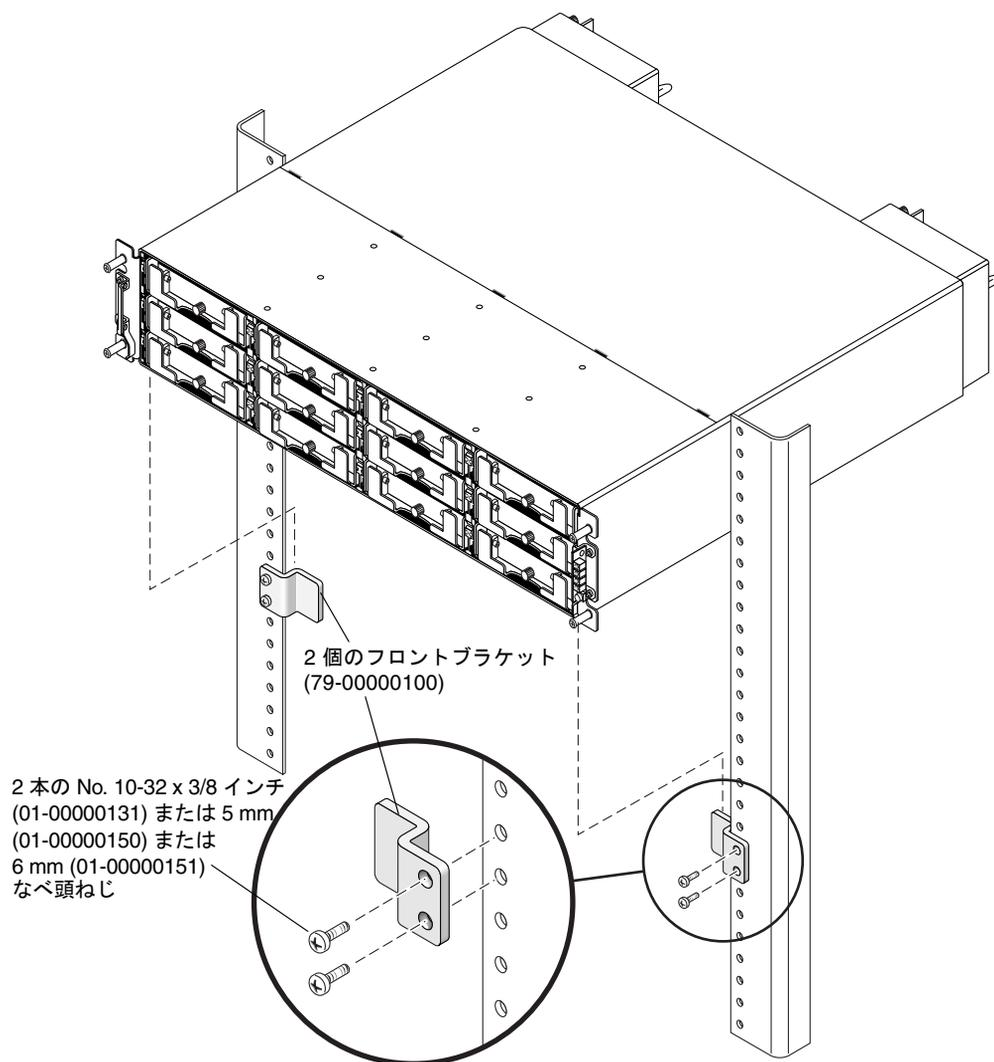

図 2-8 ラック前面のフロントブラケットの位置
a. 各フロントブラケットをラックの前面に取り付けます (図 2-8 を参照)。